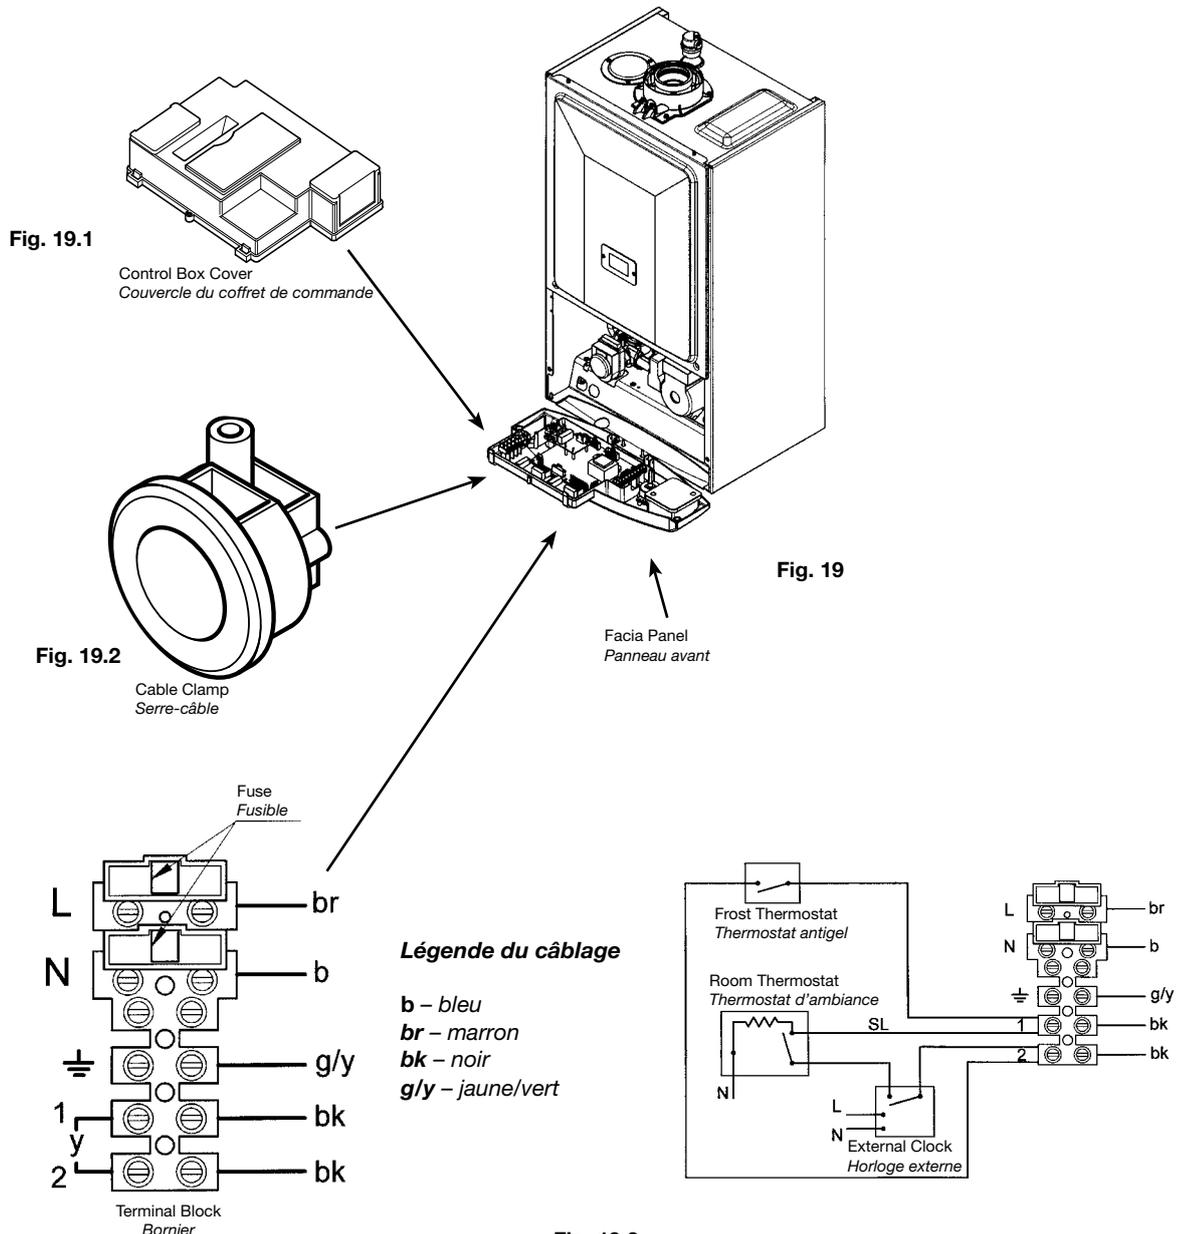

Fig. 19.3
6. Remove the link between terminal 1 and 2 and connect the cables from the external control (Fig. 19.3).
6. Enlever l'élément de liaison entre les bornes 1 et 2 et brancher les câbles sortant de la commande externe (Fig.19.3).
NOTE: If the room thermostat being used incorporates an anticipator it **MUST** be wired as shown in Fig. 19.3
REMARQUE : Si le thermostat d'ambiance utilisé incorpore une résistance accélératrice, il doit être câblé comme le montre la Fig. 19.3